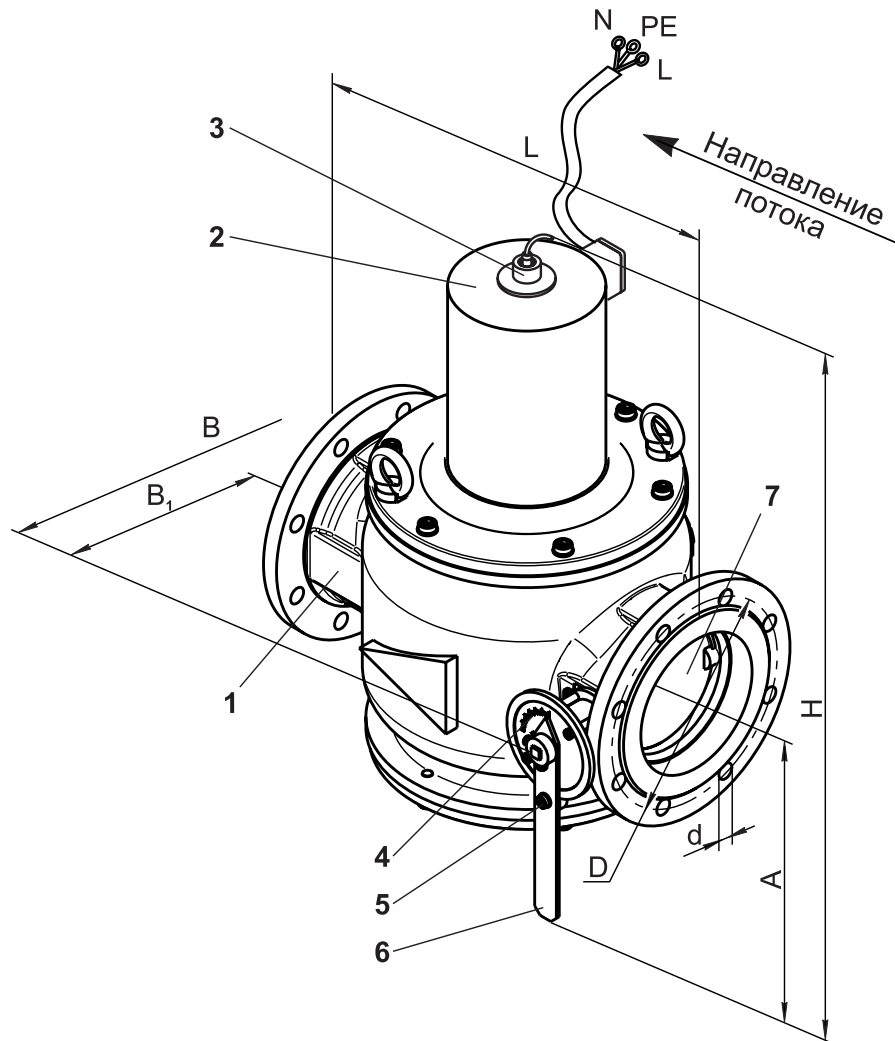

Рис. 1
2.1 Клапан (см. рис. 1) состоит из следующих основных узлов и деталей:
4.5.3 Регулирование расхода количества проходящего газа через клапан осуществляется путем поворота ручки управления 6 (рис. 1).